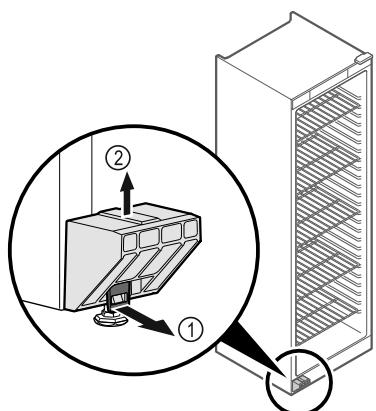

Fig. 1
- Povucite spojnicu Fig. 1 (1) prema naprijed.
- Povucite transportni osigurač Fig. 1 (2) prema gore.